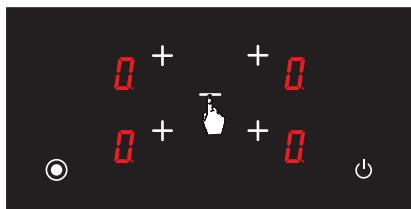

Рис. 27
4. Нажмите кнопку **-** еще раз (см. Рис. 27). Это необходимо сделать сразу после 2-го шага. Блокировка от детей будет отключена. Это означает, что блокировка ребенка останется пассивной, даже если варочная панель перезапускается.